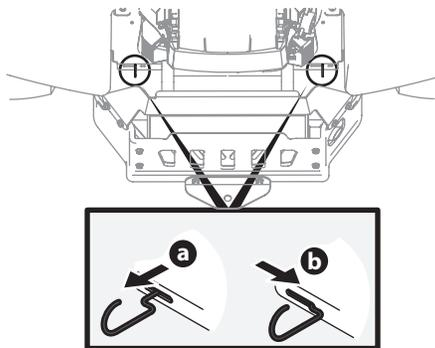

Figure 2-1
1. Pour déplacer l'appareil manuellement sans le démarrer, engagez les tiges de dérivation des transmissions qui se trouvent à l'arrière, de chaque côté de l'appareil. Les tiges de dérivation des transmissions sont placées à l'arrière de l'appareil, près du côté intérieur de chaque pneu arrière. Pour engager les tiges de dérivation, tirez sur chaque tige (a) et déplacez-la vers la droite (b) pour la fixer. Voir Figure 2-1.
2. Après avoir déplacé l'appareil, effectuez les étapes (a) et (b) dans l'ordre inverse pour désengager les deux tiges de dérivation. Voir Figure 2-1.